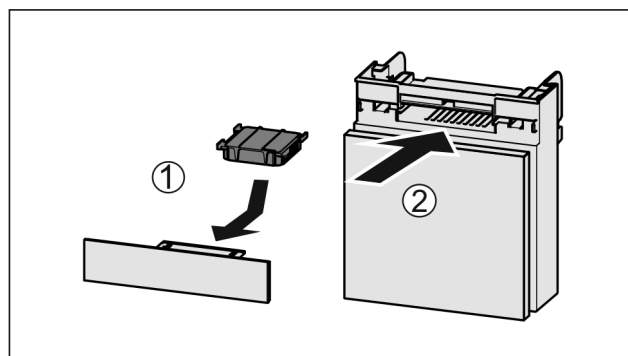

Fig. 156
- Inserire il vano Fig. 156 (2).